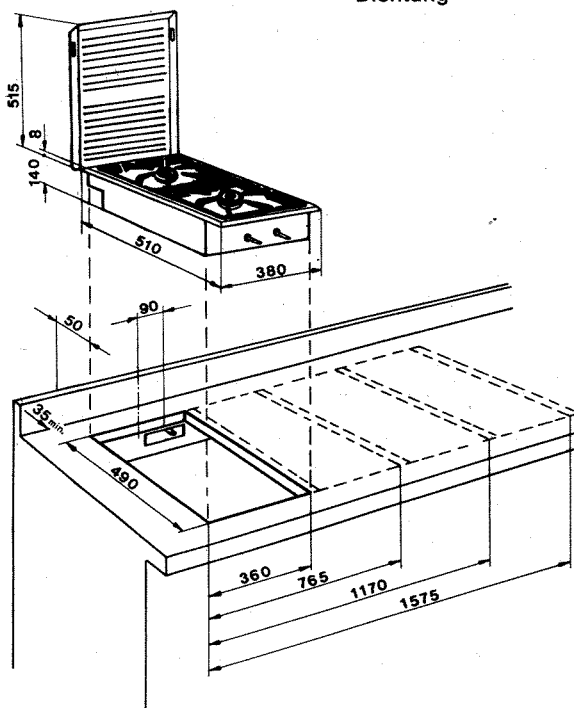

Abb. 3
Das Gerät ist mit dem beiliegenden Anschlußwinkel R 1/2" und beiliegender Dichtung (siehe Abb. 3) mittels einer festen Anschlußleitung oder einem typgeprüften Gas-Sicherheitsschlauch nach DIN 3383 Teil 1 anzuschließen. Da die Temperatur der Gehäusewanne 70 K nicht übersteigt, kann auch eine Sicherheitsschlauchleitung aus Nichtmetall mit einer Mindesttemperaturbeständigkeit von 70 K als Anschlußleitung verwendet werden.
2. Den Arbeitsplattenausschnitt gemäß Abb. 3 ausführen. Bei Einbau eines Zwischenbodens sind von der Oberkante der Arbeitsplatte zur Oberkante Zwischenboden 150 mm einzuhalten.